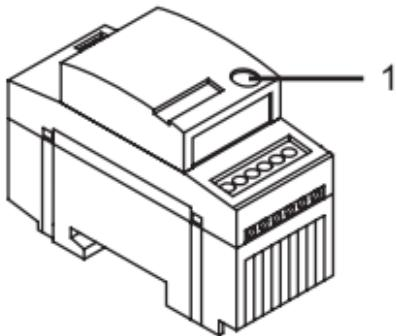

Рис. 5
Ниже следующие функции светорегулировки активируются через различное время срабатывания функциональной кнопки (см. рис. 5).
- Задать требуемое значение яркости с помощью вращающегося колесика или кнопки. Потом коротко нажать функциональную кнопку (рис. 5). Для стирания отключить светорегулятор и коротко нажать функциональную кнопку.